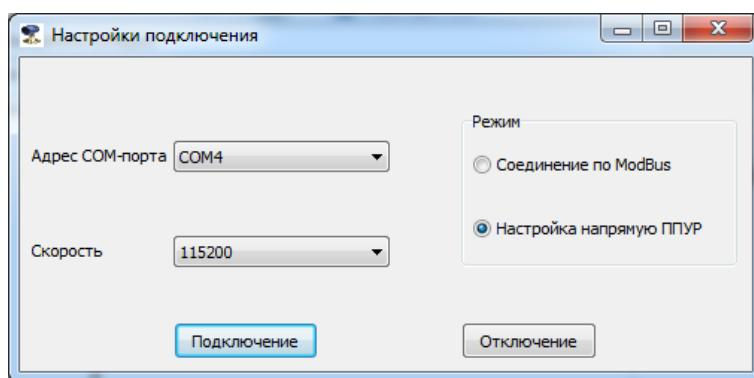

Рис.22. Установка связи с ППУР.
5.7.1. Для точной юстировки уровнемера на месте монтажа используется раздел программы «Монитор Взлет РУ», позволяющий связаться напрямую с ППУР по интерфейсу RS-485. Для этого в окне «Настройки подключения» (рис.22) необходимо установить флагок в строке «Настройка напрямую ППУР» области «Режим» и нажать кнопку «Подключение». Необходимые параметры связи устанавливаются автоматически.